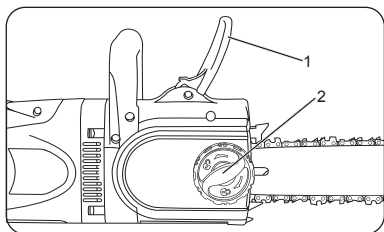

рис. 9
1. Снять пилу с цепного тормоза. Для этого нужно потянуть щиток цепного тормоза (1) на себя и открутить зажимную ручку, крепящую защитный кожух цепи (2). (рис. 9)